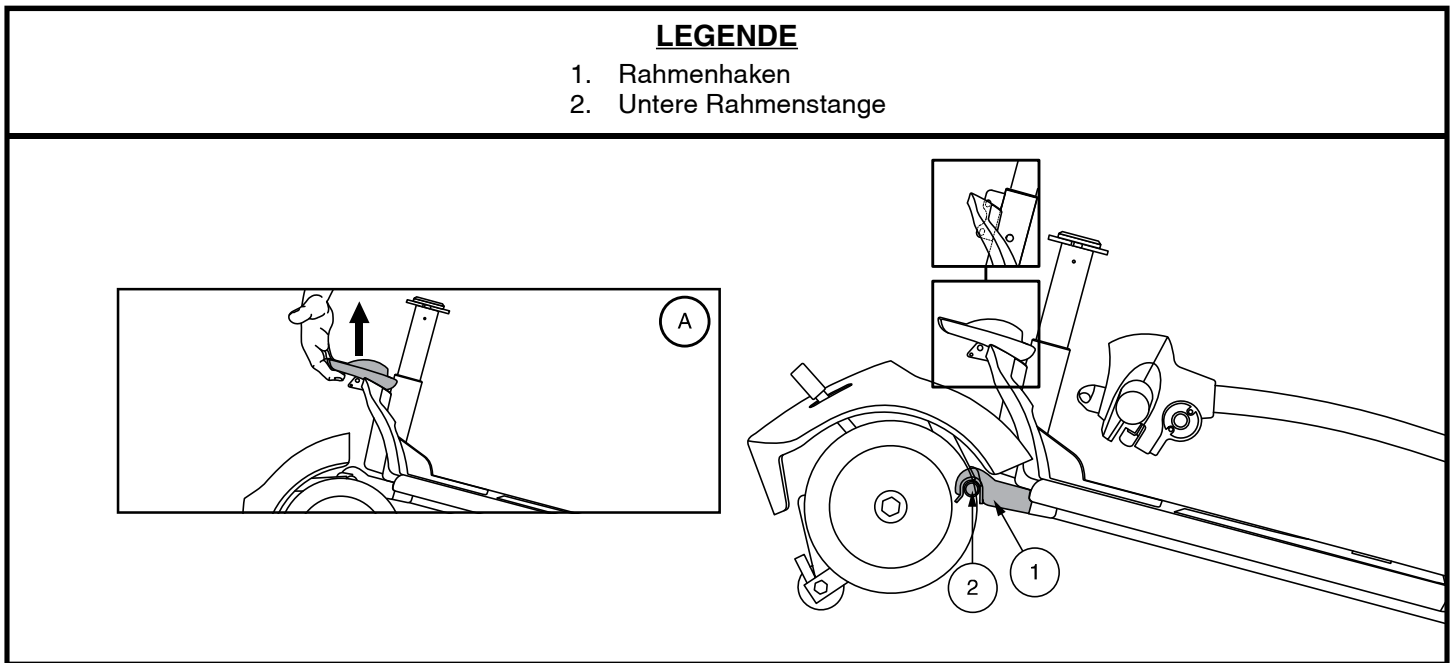

Abb. 18. Rahmenverriegelungshebel
3. Trennen Sie vorsichtig die beiden Teile. **Siehe Abb. 18.**
1. Benutzen Vorderteils den Rahmenverriegelungshebel. Sie zum Anheben und richten Sie die Rahmenhaken des Vorderteils an der unteren Rahmenstange des Heckteils aus. **Siehe Abb. 18.**
2. Wenn sich die Rahmenhaken über der unteren Rahmenstange befinden, senken Sie das Vorderteil ab und drehen gleichzeitig das Heckteil. Greift dadurch automatisch die Rahmenverriegelung. **Siehe Abb. 18.**